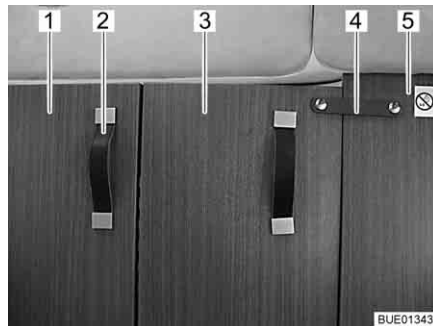

Fig. 57 Separazione cabina di guida, chiusa
- Tirare completamente verso l'interno la separazione cabina di guida (Fig. 57,1) dall'impugnatura (Fig. 57,2).
- Fissare la parte ribaltabile della separazione cabina di guida (Fig. 57,3) con la reggetta di sicurezza (Fig. 57,4) sulla parete intermedia fissa (Fig. 57,5) dietro il sedile del passeggero.